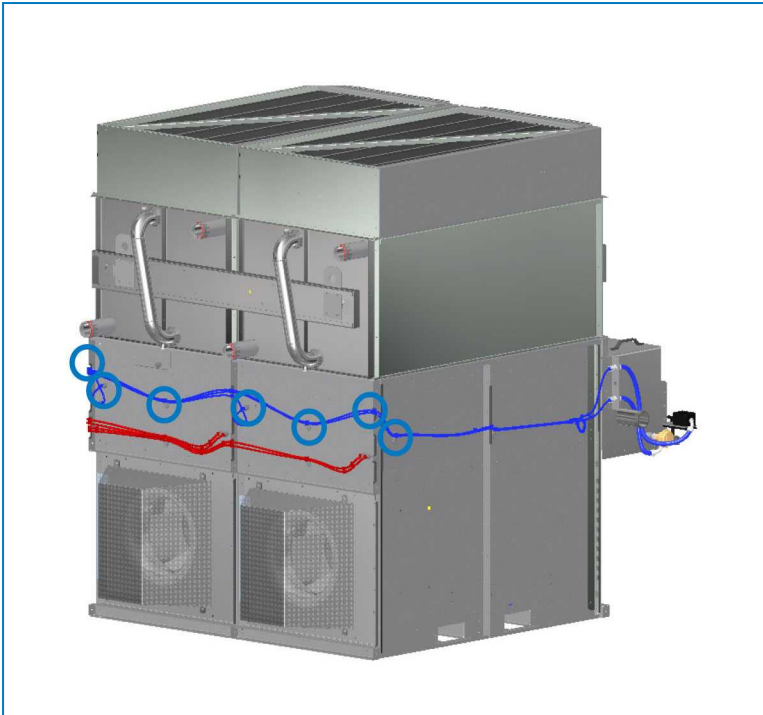

Abbildung 15 Verlegung von Lüfterkommunikationskabel und Komponentenkabel
3. Ziehen Sie das Lüfterkommunikationskabel durch die erste Kerbe und den Kabelhalter neben dem Komponentenkabel. Befestigen Sie das Kabel mit Kabelbindern. Das Leitfähigkeitssensor-, Entleerungsventil- und Lüfterkommunikationskabel verlaufen zusammen zur Steuerkonsole. Siehe Abbildung 15.